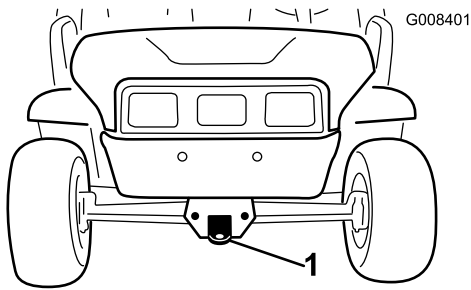
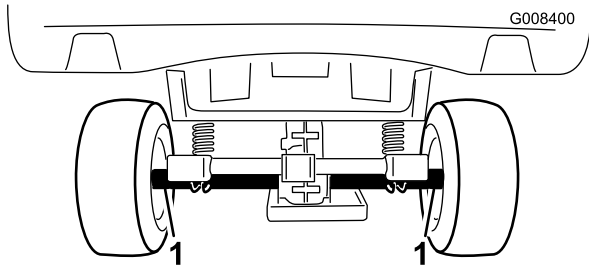

Figura 21
Figura 22
Utilice un remolque para mover la máquina a gran distancia. Asegúrese de que la máquina está firmemente amarrada al remolque. Consulte en Figura 21 y Figura 22 la ubicación de los puntos de amarre de la máquina.
2. Conecte un cable de remolque al punto de remolque, en la parte delantera del bastidor de la máquina (Figura 21).